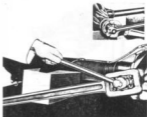
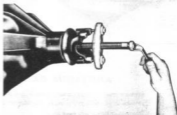

Fig. 185
Fig. 186
- instale o rolamento cônico, o garfo da junta universal, a arruela fina e a porca, apertando aos poucos, a fim de verificar se o pínhão fica prêsso ou com folga excessiva. Observe-se que o apêto da porca é de 200 a 230 lbs/pol. Se acontecer um dos casos mencionados, desmonte novamente, tirando a porca (segure o garfo com a ferramenta C-3281) (fig. 185) e a arruela, o garfo da junta universal (use o extrator W-172 — fig. 186) e retire o pínhão usando martelo e um eixo de bronze. Quando o pré-ajuste estiver certo, o pínhão não pode ficar prêsso ou com jôgo; deve girar ao aplicar-se uma torção de 10 a 30 lbs/pol. Se o pínhão ficar folgado, retire calças do rolamento oposto ao pínhão; se ficar prêsso, acrescente calças.